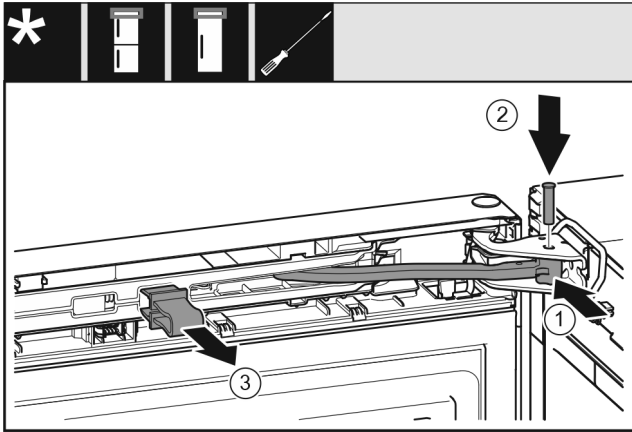

Fig. 26
- ▶ Vrid leden i lagerbocken. Fig. 26 (1)
- ▶ Stick in bulten i lagerbocken och leden. Kontrollera då att låskammen sitter korrekt i spåret. Fig. 26 (2)
- ▶ Ta av spärren. Fig. 26 (3)